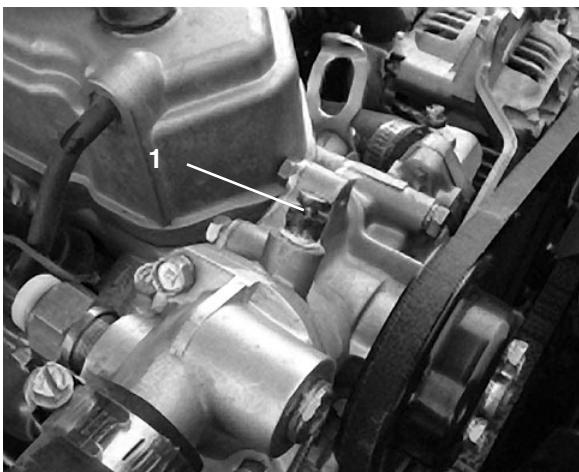

Bild 46
6. Öffnen Sie die Entlüftungsschraube oben an der Wasserpumpe (Bild 46).